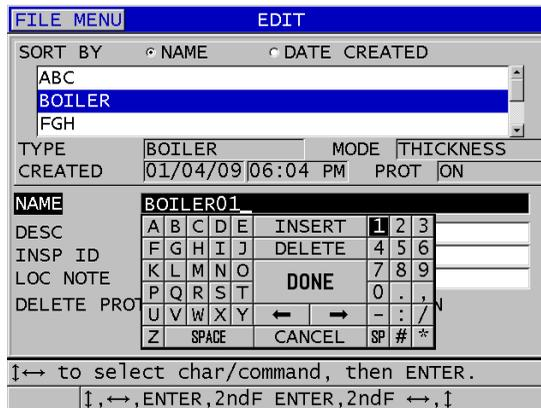

Abbildung 11-18 Eingabe von neuen Dateiparametern
3. Verfahren Sie im Fenster **BEARBEITEN** (siehe Abbildung 11-18 auf Seite 211) wie folgt: